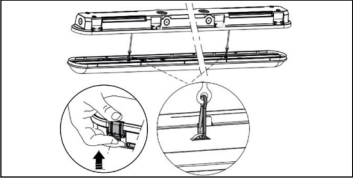

Рис. 3
- 5.14 Отщелкните все клипсы по очереди, придерживая оптический модуль. После того, как все клипсы будут отщелкнуты, плавно опустите оптический модуль. Модуль повиснет на страховочных тросиках (рис. 3).